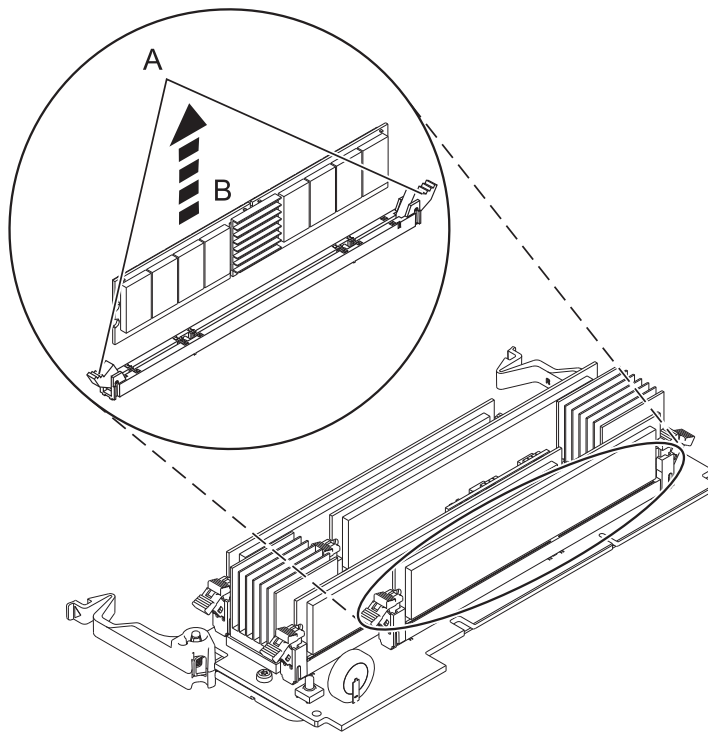

図 10. メモリー・モジュールの取り外し
11. 次のようにして、メモリー・モジュールを取り外します。 22 ページの図 10 に示すように、ロックング・タブ (A) を押して開き、メモリー・モジュールのロックを解除します。メモリー・モジュール (B) を持ち上げて、コネクタから外します。このタブ操作で、メモリー・モジュールがコネクタの外に押し出されます。